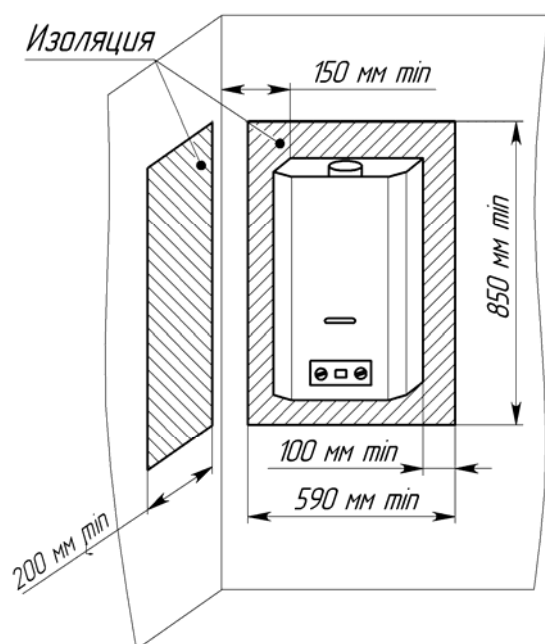

Рисунок 4. Установка водонагревателя на трудносгораемых стенах
4.2.9 Перед установкой аппарата на стену из трудновоспламеняемого материала необходимо предварительно установить изоляцию размером 590x850 мм, состоящую из оцинкованного листа толщиной 0,8...1 мм по листу базальтового теплоизоляционного картона БТК толщиной 3...5 мм. Изоляция должна выступать за габариты корпуса аппарата не менее чем на 100 мм с каждой стороны (рис. 4).
4.2.10 Расстояние от боковых поверхностей аппарата до трудновоспламеняемых стен без применения теплоизоляции должно быть не менее 250 мм. При уменьшении указанного расстояния до 150 мм, необходимо установить теплоизоляцию (рис. 4).
- расстояние от боковой поверхности аппарата до боковой стены не менее 150 мм (п.п. 4.2.10, рис. 4);